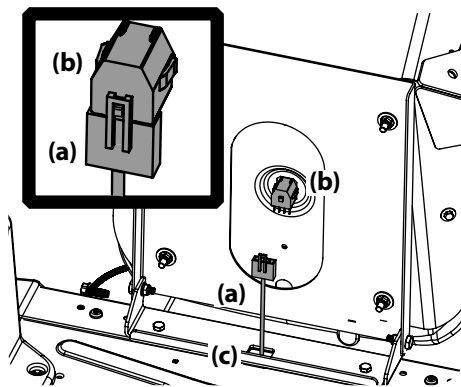

Figura 2-12
3. Si es necesario, conecte el mazo de cables del interruptor del asiento (a) al interruptor del asiento (b), como se muestra en la Figura 2-12. Asegúrese de empujar el cable excedente del cableado para que ingrese en el orificio de la caja del asiento (c) antes de continuar.